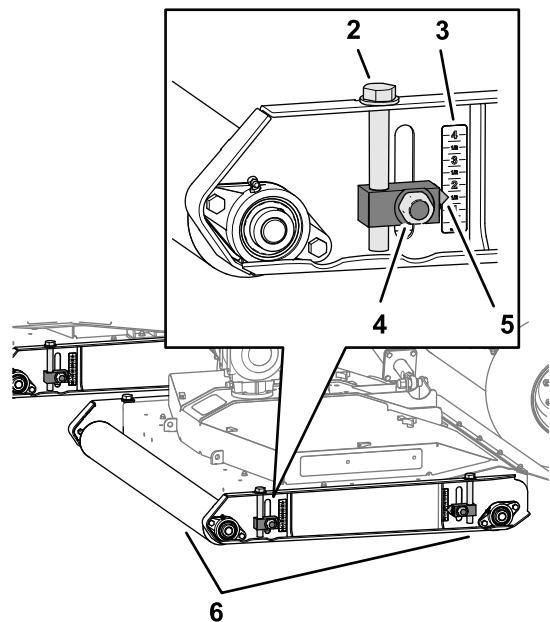

Figure 35
- Desserrez les 4 contre-écrous qui fixent les 4 régleurs de hauteur de coupe (Figure 35) du plateau de coupe.